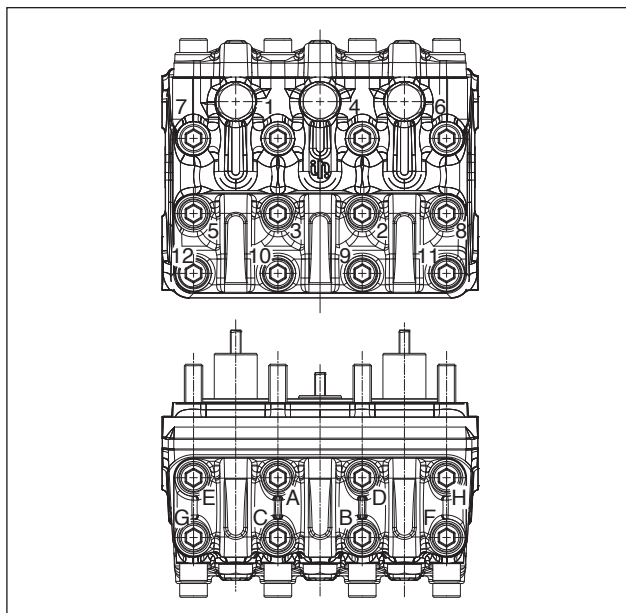
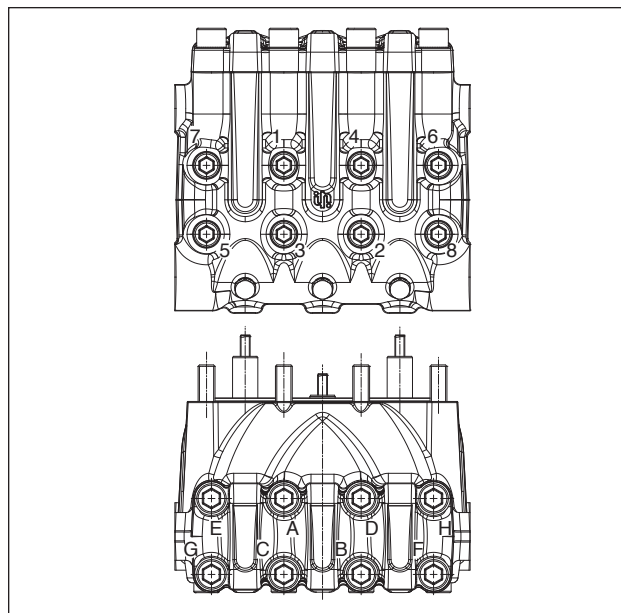

Fig. 50
Fig. 51
* Os parafusos de fixação do chapéu da haste devem ser apertados simultaneamente, respeitando as fases indicadas na pág. 80. ** Os parafusos de fixação do cabeçote devem ser apertados com chave de torque, respeitando a ordem indicada no esquema da Fig. 50 e Fig. 51. *** Os parafusos de fixação da tampa das válvulas devem ser apertados com chave de torque, respeitando a ordem relacionada no esquema da Fig. 50 e Fig. 51. **** O perno roscado M7 de pos. de explosão 35 é montado no espaçador de pos. de explosão 34 com LOCTITE 243 cód. 12006400